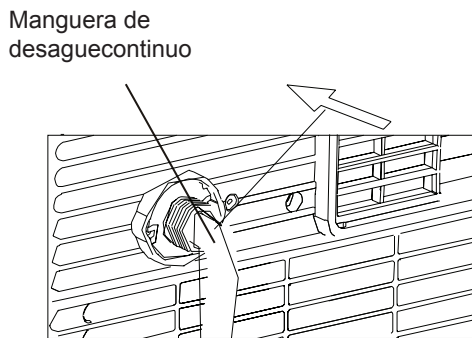

Fig.22
- Retire el tapón de goma en la parte posterior de la unidad y conecte una manguera a la salida de drenaje. Coloque el extremo abierto de la manguera directamente sobre el área de desagüe en su piso del sótano (Ver Fig. 22 y 23).